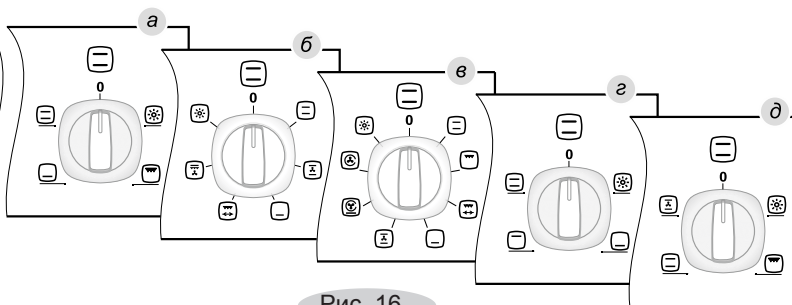

Рис. 16
- ручкой режимов работы устанавливается необходимый способ приготовления (в зависимости от модели может быть вариант а, б или в (рис. 16) ;